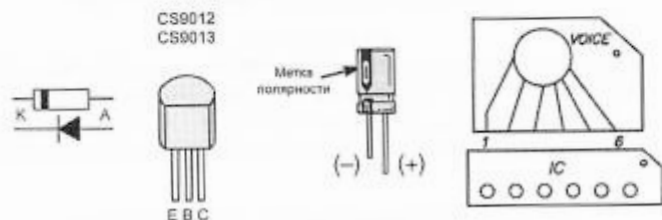

Рис.4 Цоколевка элементов
**ПРИМЕЧАНИЕ:** Микросхема DA1 устанавливается на плату при помощи 6-ти контактного штыревого углового разъема. Цоколевка элементов показана на рис.4.